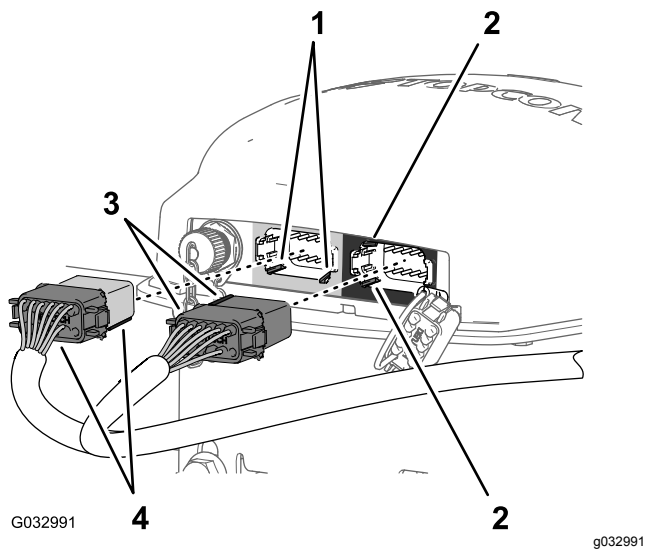

Figura 159
3. Alinhe as 2 abas no lado comprido do conector de 12 tomadas cinzento e preto da cablagem dos dados com as 2 ranhuras para abas na parede horizontal inferior do conector de 12 pinos esquerdo (cinzento) do recetor de navegação (Figura 159).
4. Ligue o conector de 12 tomadas cinzento e preto da cablagem dos dados ao conector de 12 pinos esquerdo (cinzento) do recetor de navegação até o conector ficar preso com firmeza (Figura 159).
5. Alinhe as 2 abas no lado curto do conector de 12 tomadas preto da cablagem dos dados com as 2 ranhuras das abas na parede vertical esquerda do conector de 12 pinos direito (preto) do recetor de navegação (Figura 159).
6. Ligue o conector de 12 tomadas preto da cablagem dos dados ao conector de 12 pinos esquerdo (preto) do recetor de navegação até o conector ficar preso com firmeza (Figura 159).